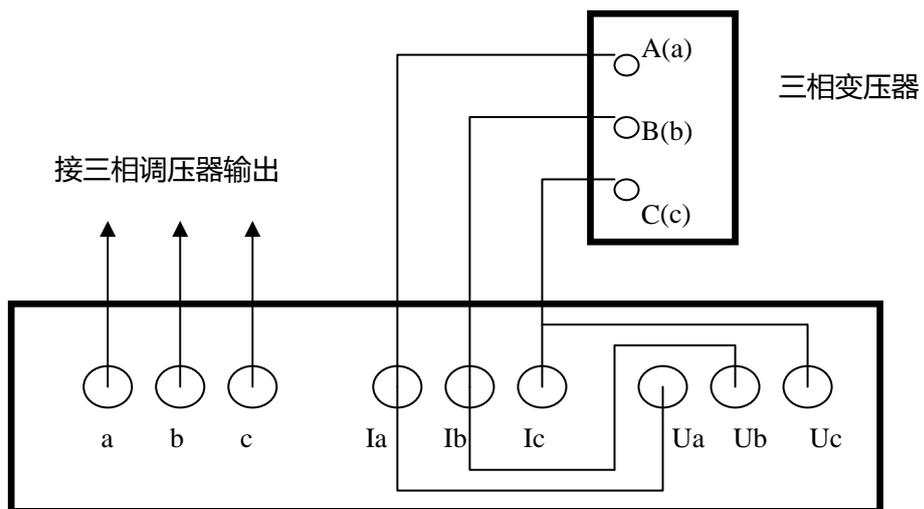

图 3
按图 3 接线，试验时在低压侧加压，
2、按说明书图 3 接线做空载试验，注意：在变压器低压侧加压，高压侧悬空不接线。